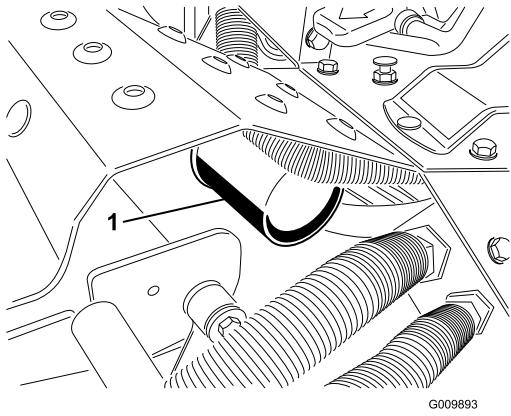

Bild 61
3. Reinigen Sie den Bereich um den HydraulikölfILTER (Bild 61). Nehmen Sie den Filter aus dem unteren Teil des Filtergehäuses und lassen Sie das Öl in eine Auffangschale ablaufen. Benutzen Sie einen Filterschlüssel. Entsorgen Sie den AltfILTER ordnungsgemäß.